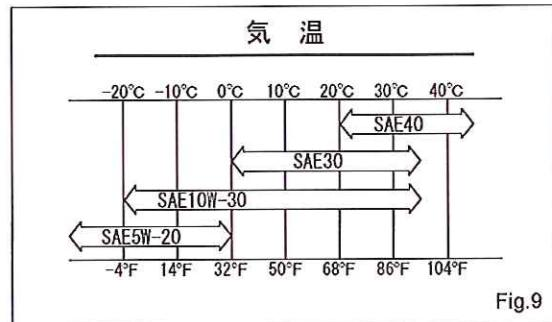

Fig.9
(6) 給油プラグを給油口に差し込み、確実に締め付けて下さい。
(7) エンジンオイルはAPI分類SH級相当のエンジンオイルを使用温度(気温)によって右図のように使い分けて下さい。(Fig.9)